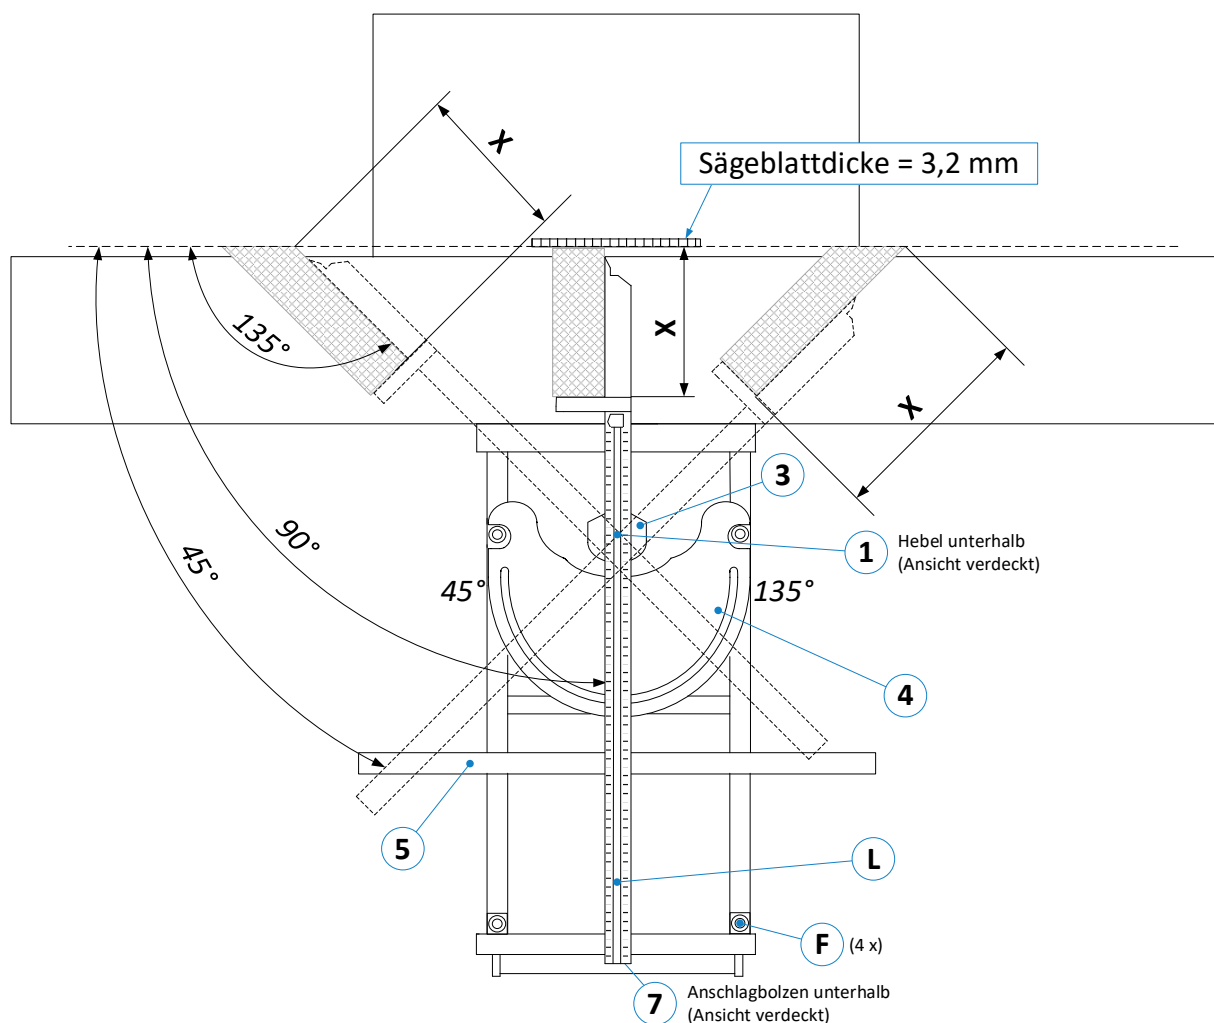

Abbildung 1: Übersicht Super Gehrfix II
Zum Eichen muss der Super-Gehrfix II zunächst auf 90° positioniert werden, was mithilfe des Anschlagbolzens (7) geschieht (siehe ⇒ Abbildung 1). Anschließend auf der Digitalanzeige die Taste  drücken, um den Eichvorgang abzuschließen.